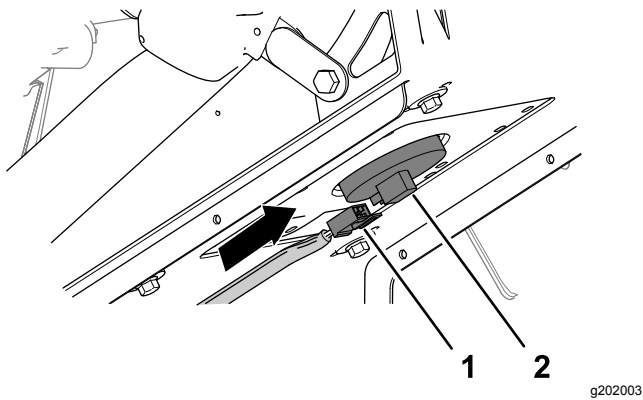

图225
6. 将机器线束的2插槽接头插入座椅开关的接头直至接头稳固锁定图225。